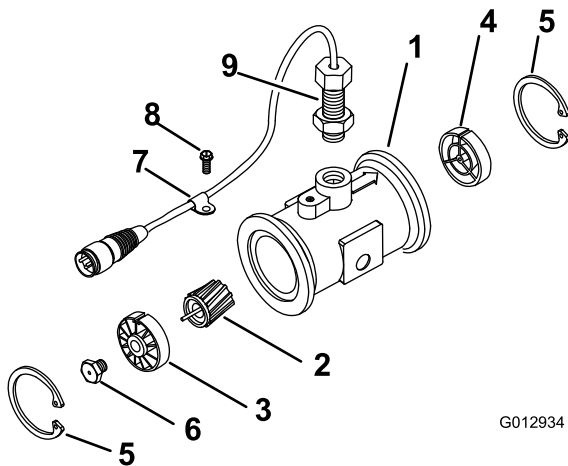

Bild 65
3. Entfernen Sie den Haltering an der vorgeschalteten Seite (**Bild 65**).